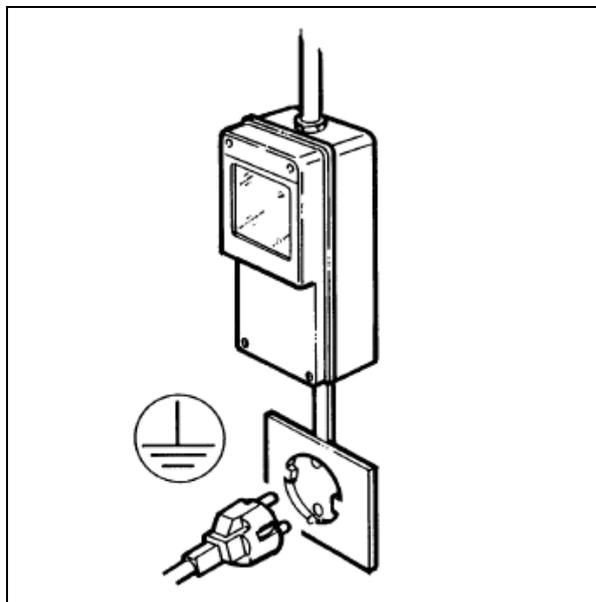

Abb. 21
- Sicherstellen, dass das Gerät an eine entsprechend den einschlägigen Sicherheitsvorschriften wirksam geerdete Elektroanlage angeschlossen wird (Abb. 21).
- Zur korrekten und sicheren Installation ist es unerlässlich, dass eine entsprechende Steckdose bereitgestellt wird, die entsprechend den einschlägigen nationalen Sicherheitsvorschriften über einen magnetthermischen Schutzschalter mit einer Kontaktöffnungsweite gleich oder größer 3 mm gesteuert wird (Abb.21).